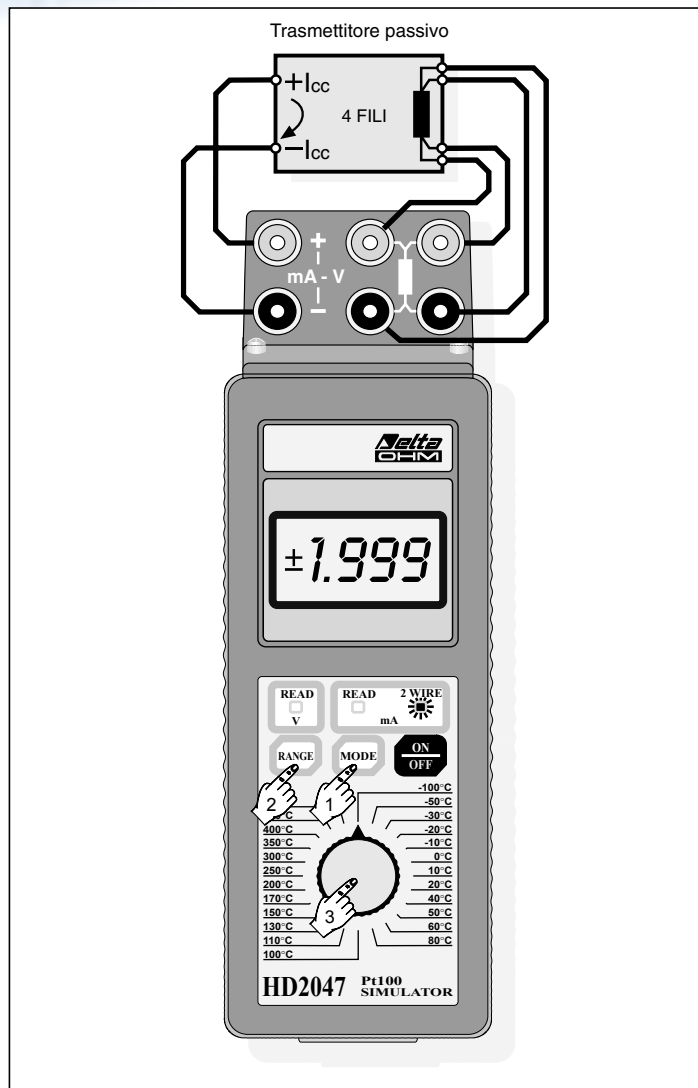

Fig. 3 Verifica di un trasmettitore passivo con ingresso Pt100
Procedura (vedere fig.3):
- effettuare la connessione come riportato nelle figure 3, 4 o 5 a seconda del numero di fili